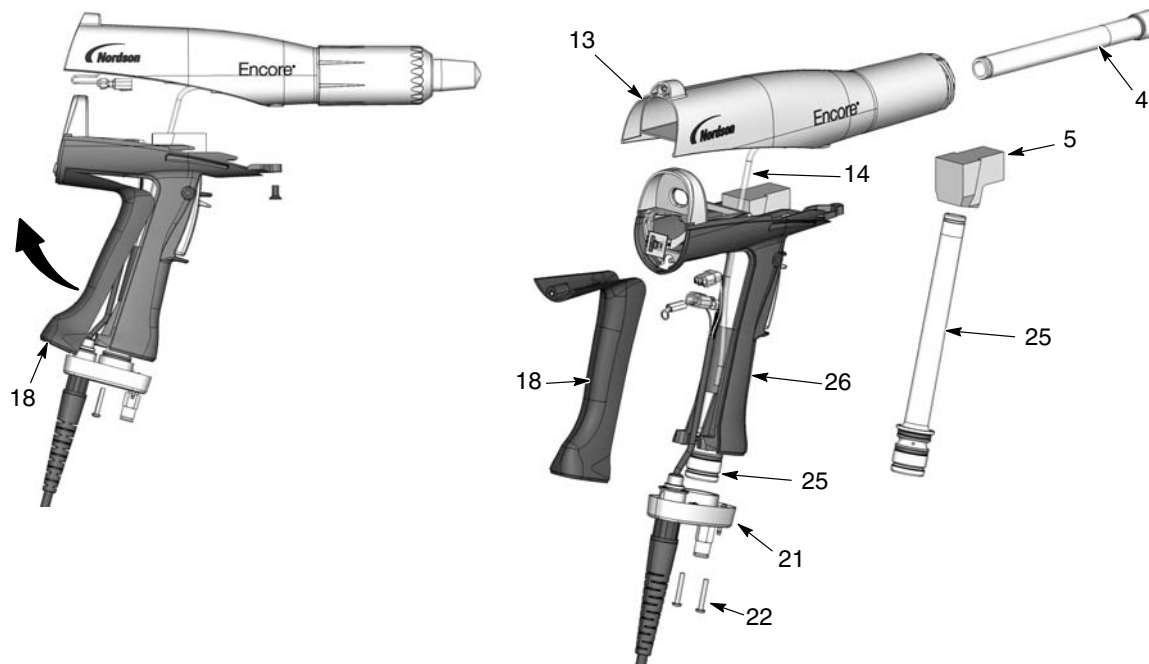

Figure 6-5 Remplacement du trajet de poudre
2. Voir la figure 6-5. Retirer le raccord coudé (5) du tube d'entrée (25).
3. Enlever les deux vis M3 x 20 (22) de la base de la poignée (21).
4. Tirer sur la base pour l'éloigner de la poignée, pivoter le bas de pastille de terre (18) vers le haut et en l'éloignant de la poignée, puis la retirer. Laisser le fil de terre branché à la pastille de terre.
5. Pousser le tube d'entrée (25) vers le haut et hors de la base, puis écarter la base et tirer le tube d'entrée hors de la poignée.
6. Pousser le tube de sortie (4) hors de l'avant du corps du pistolet (13).
1. Voir la figure 6-5. Monter le tube de sortie (4) dans le corps du pistolet (13), avec l'extrémité du tube à fleur avec l'extrémité du corps du pistolet.
2. Monter le tube d'entrée (25) dans la poignée (26), puis installer l'extrémité du tube dans la base de la poignée (21).